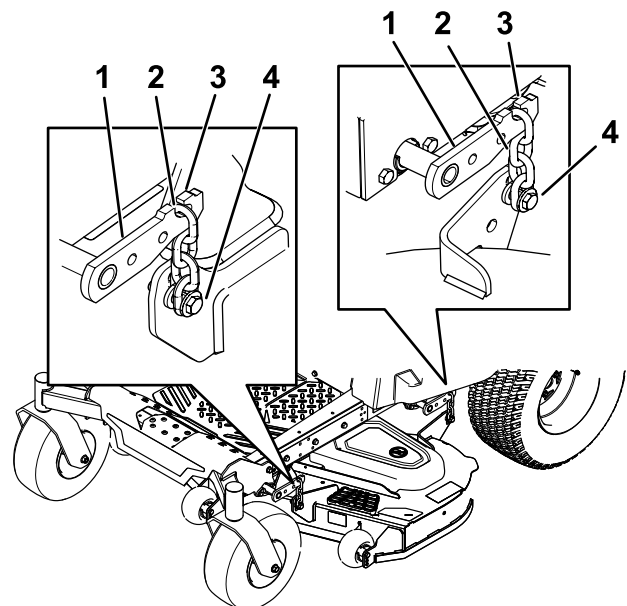

Figura 65
5. Afloje los pernos de ajuste en las cuatro esquinas, hasta que la carcasa quede bien asentada sobre los cuatro bloques (Figura 65).
6. Asegúrese de que las cuatro cadenas estén tensadas (Figura 65).
7. Apriete los cuatro pernos de ajuste (Figura 65).